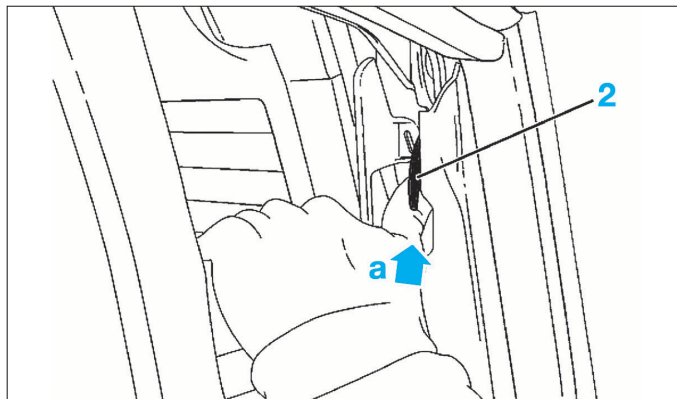

FIG. 96
- Sans dégarnir, appliquer Suivant (a) avec le pouce, une action de bas en haut sur le verrou de custode (2) (Fig.96).